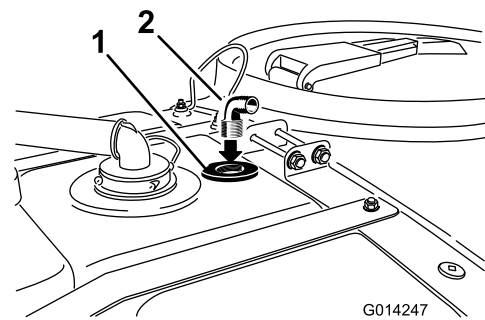

Figura 16
4. Instale a união de 90° na abertura roscada da união do anteparo (Figura 16).